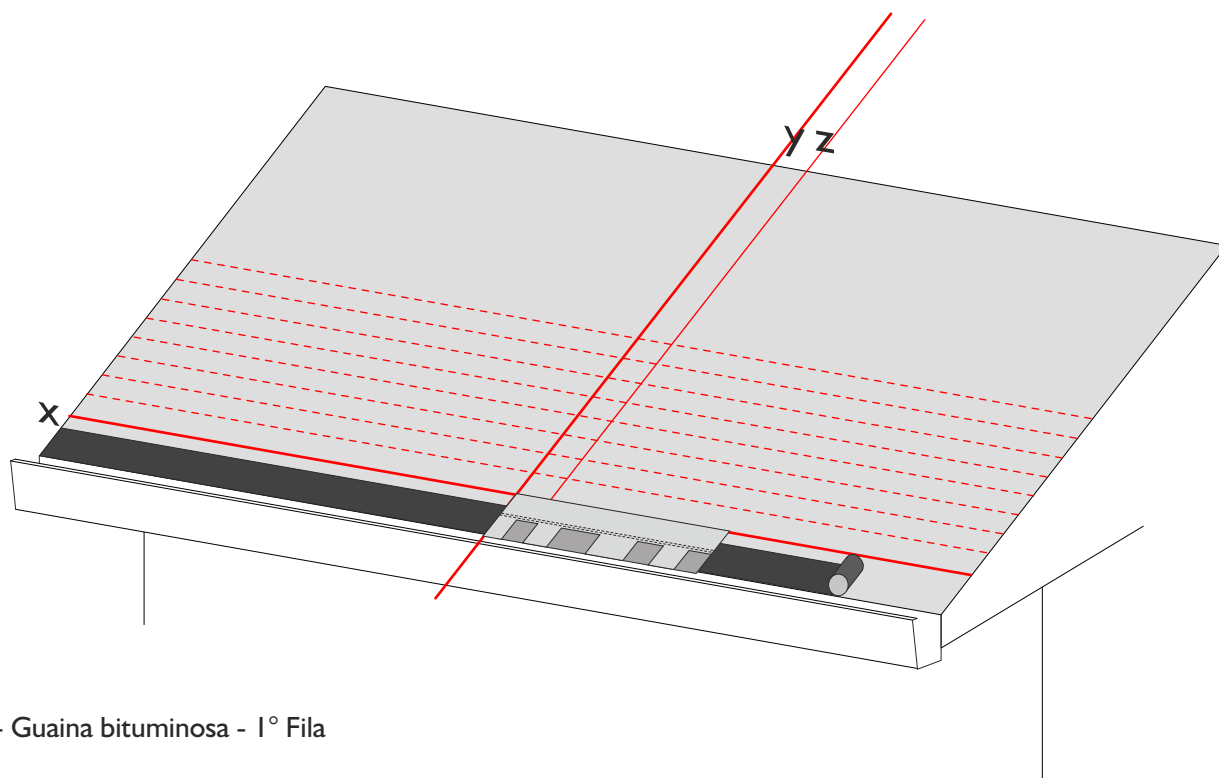

Fig. 2 - Guaina bituminosa - 1° Fila
- Applicare sulla linea di gronda cm 25 di guaina bituminosa (vedi fig. 2);
- La posa della prima fila di tegole inizia allineando la tegola alla linea y (Fig. 2).